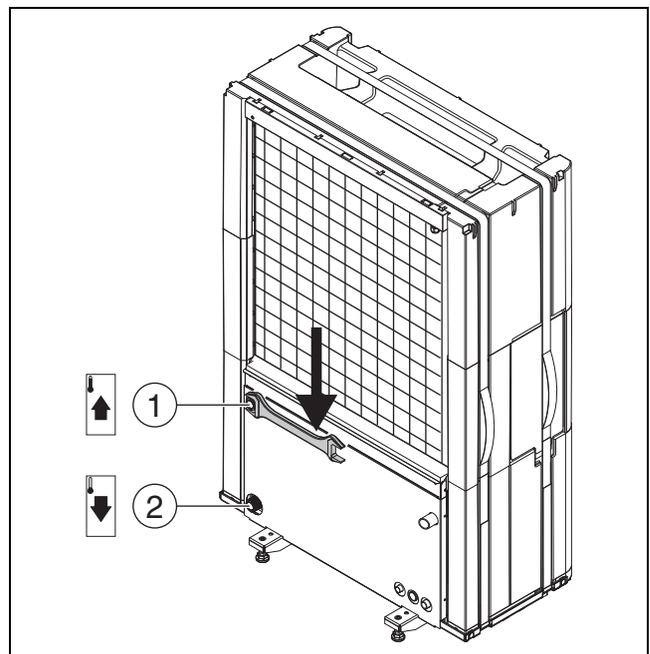

Fig. 15 Raccordements des tuyaux de fluide caloporteur, valables pour toutes les tailles
- Raccorder le départ de l'unité intérieure à la sortie de fluide caloporteur de la pompe à chaleur (→ [1], fig. 15).
- Raccorder le retour de l'unité intérieure à l'entrée de fluide caloporteur de la pompe à chaleur (→ [2], fig. 15).
- Serrer les raccords des tuyaux de fluide caloporteur à un couple de serrage de 120 Nm. Orienter la force vers le bas (→ fig. 15) pour éviter la charge latérale du condenseur. Si le raccordement n'est pas parfaitement étanche, la connexion peut être resserrée avec un couple de serrage allant jusqu'à 150 Nm. Si l'étanchéité du raccordement n'est toujours pas garantie, c'est que le joint ou le tube adjacent est endommagé.